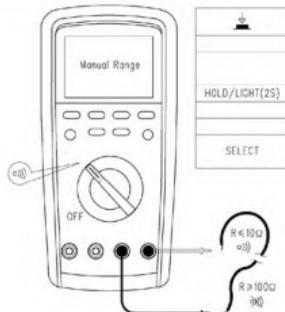

рис. 5
3. Измерение включения и выключения цепи (см. рис.5)